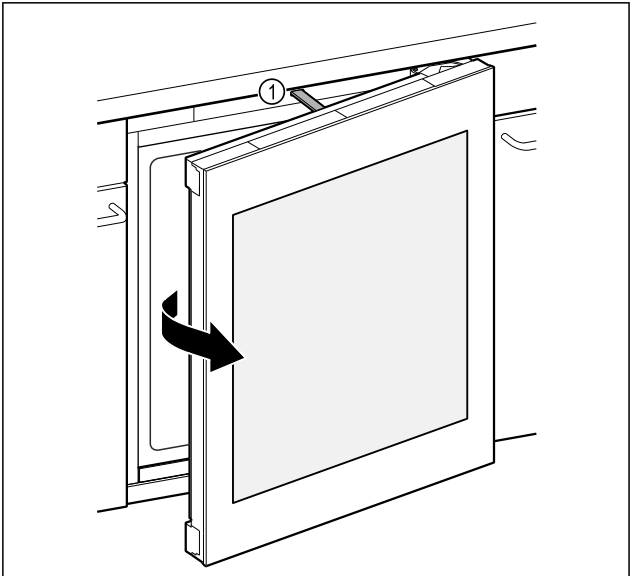

Fig. 68
- L'asta di spinta Fig. 68 (1) apre la porta di circa 7 cm.